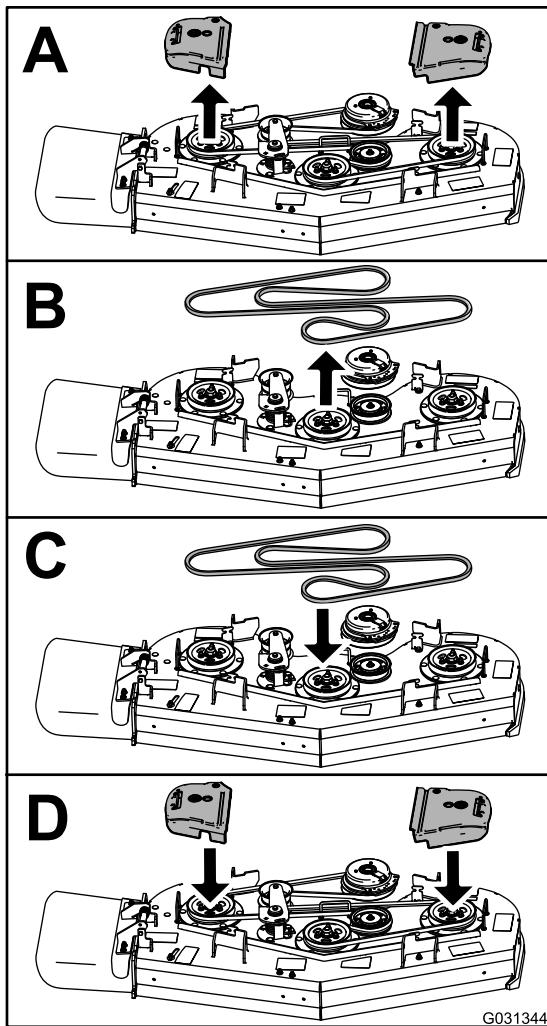

Figura 66
4. Substitua a correia como se mostra na Figura 66.
7. Retire a correia da plataforma da embraiagem e da paragem da embraiagem (Figura 66).